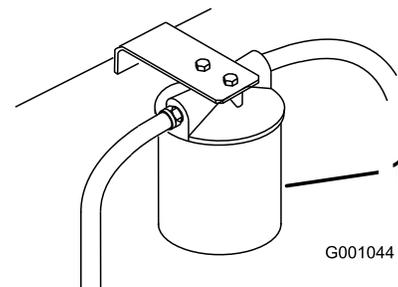

Bild 70
4. Stellen Sie eine Auffangwanne unter den Filter, bauen Sie den alten Filter aus und wischen Sie die Dichtungsfläche des Filterstutzens sauber (Bild 70).